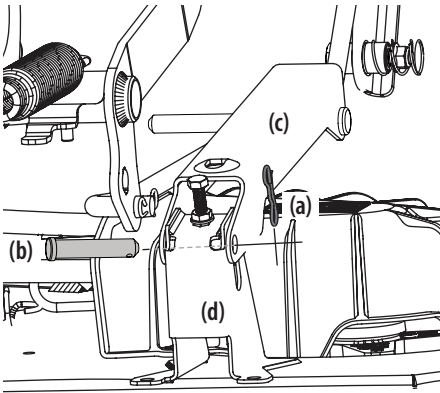

Figure 43
- a. Retirez les deux goupilles papillon (a) des axes de chape (b) qui fixent les supports du bras de levage (c) aux supports de levage du plateau arrière (d) sur le plateau. Retirez les axes de chape (b). Consultez la Figure 43.